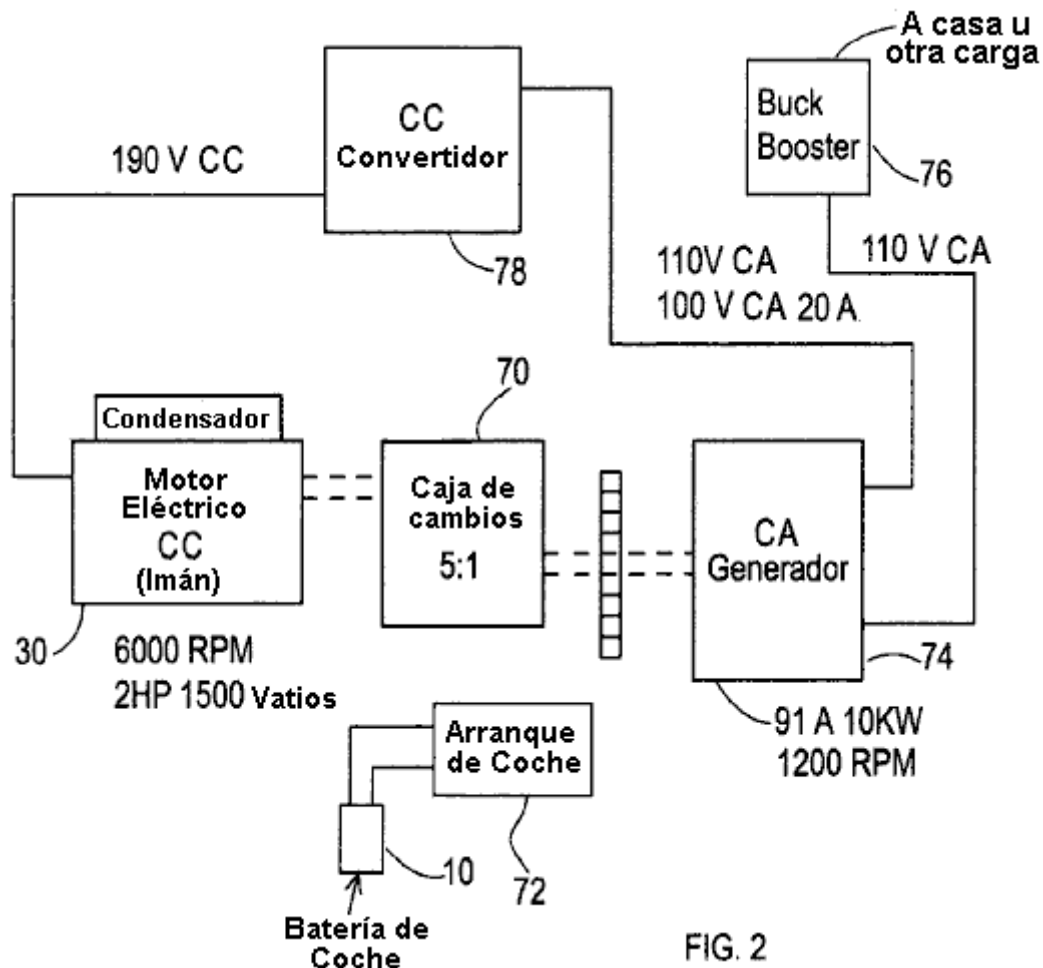

FIG. 2
**Fig.2** es una configuración de una encarnación alternada del poder interior el sistema generador de la
**Fig.2** muestra sistema generador de la invención presente a una encarnación alternativa del poder. Esto la encarnación incorpora un vestido caja **70**, un automóvil juez de salida **72**, y un cepillo de cabeza generador **74**, y propulsor del ciervo **76**. Inicialmente, el juez de salida del automóvil **72** trabaja con la batería para proporcionar el poder al generador. Este proceso es similar al proceso de empezar un automóvil. El cambio de velocidades **70** aumenta la rpm del generador. El Propulsor del Ciervo **76** saques como el rendimiento para proporcionar el poder a las varias cargas. Esta configuración también incorpora un CC convertidor **78**.